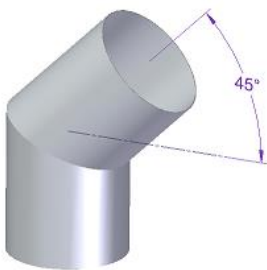
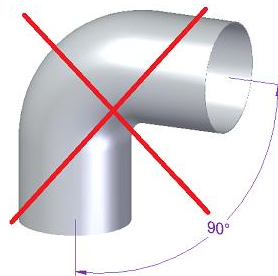

Figure 1 - Inclinaison correcte pour les tuyaux coudés
Figure 2 - Inclinaison incorrecte pour les tuyaux coudés
* Dans des conditions nominales de fonctionnement, le tirage des gaz de combustion doit être à l'origine d'une dépression de 12 Pa un mètre au-dessus du col de la cheminée. Pour effectuer une bonne installation, au moins 2 mètres de tube métallique de cheminée de même diamètre que la sortie de fumées de l'insert devra être appliqués verticalement. On pourra ensuite utiliser de nouveaux éléments de tubage d'une inclinaison maximale de 45°. La Figure 1 et la Figure 2 montrent respectivement l'inclinaison correcte et incorrecte dans le cas où vous devez installer une courbe.